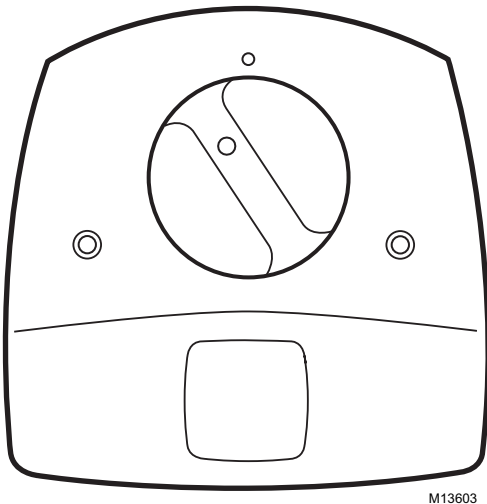

Fig. 16. Posición de la bombilla para insertarla nuevamente en la base de la lámpara.
7. Inserte la bombilla en la base con el indicador de luz de la lámpara en la posición de las '11 en punto'. Continúe presionando y gírela suavemente en el sentido contrario a las manecillas del reloj hasta que el soporte de la lámpara se inserte por completo en la base. Vea la Fig. 16.
8. Inserte la bombilla en la base con el indicador de luz de la lámpara en la posición de las '11 en punto'. Continúe empujando y gírela suavemente en el sentido opuesto al de las manecillas del reloj hasta que el soporte de la lámpara se inserte por completo en la base. Vea la Fig. 16.